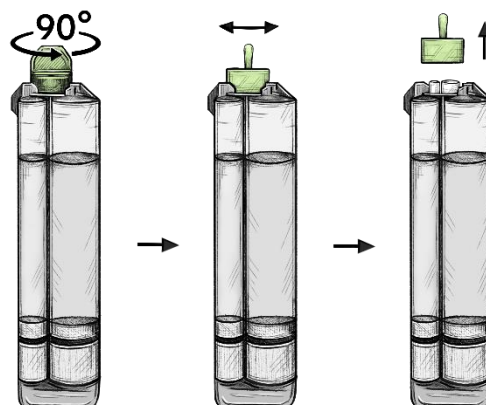

Imagen 3
3. Sujete la jeringa firmemente con la punta hacia arriba, gire la tapa 90° en sentido antihorario y retírela balanceándola de lado a lado (fig. 3).